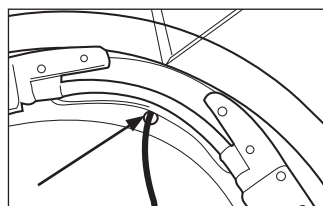

Figure 27
7. Serrez l'ensemble de lumière à DEL (figure 27).